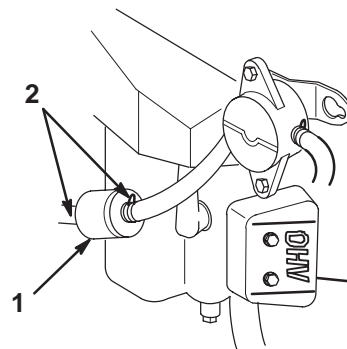

Figure 43
5. Pincez les extrémités des colliers et faites glisser ceux-ci pour les éloigner du filtre (Fig. 43).